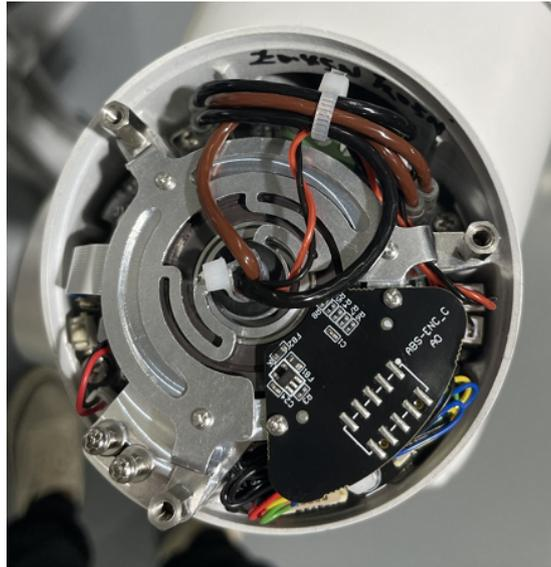

图 3-14: 重连电线
4. 护线环套入线束上后装到束线架上，重新连接电线，之后在线束上护线套一侧的热缩管上扎紧尼龙扎带固定，并用尼龙扎带扎好线束，如图 3-14 所示；